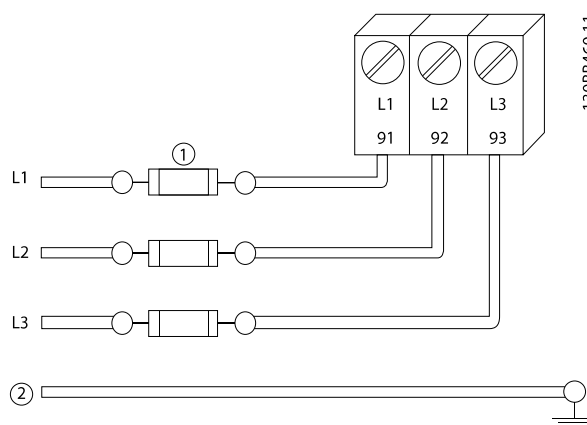

Ilustración 3.5 Fusibles del convertidor de frecuencia
- Todos los convertidores de frecuencia deben contar con protección contra cortocircuitos y sobrecorriente. Se necesitan fusibles de entrada para proporcionar esta protección. Consulte *Ilustración 3.5*. Consulte los valores nominales máximos de los fusibles en 8.2.2 *Cumplimiento de la normativa CE* y 8.2.3 *Especificaciones del fusible*.
Tabla 3.2 Leyenda de la Ilustración 3.5